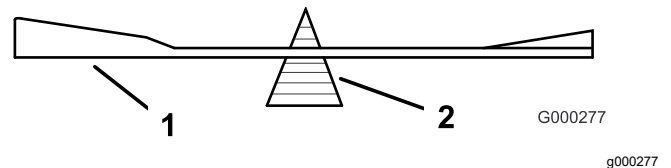

Figura 75
2. Verifique el equilibrio de la cuchilla colocándola sobre un equilibrador de cuchillas (Figura 75).